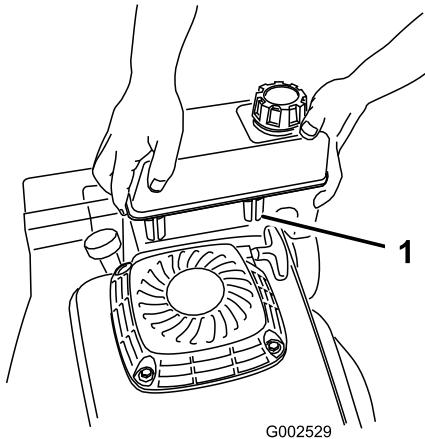

Figura 6
3. Enganche los clips de plástico de la parte delantera del depósito de combustible en el soporte de montaje del depósito de combustible (Figura 6).